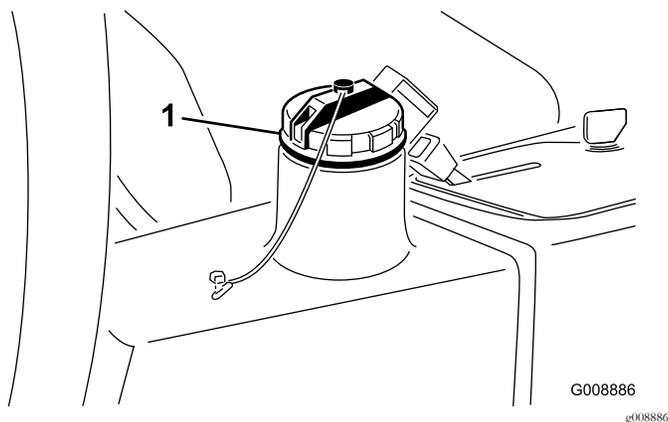

Рисунок 42
2. Очистите зону вокруг заливной горловины и крышки гидравлического бака (Рисунок 42) и снимите крышку.